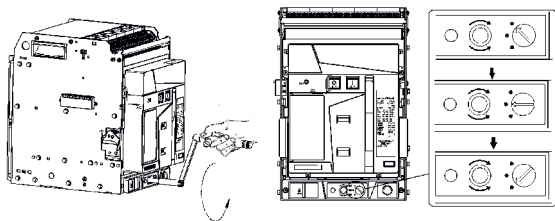

Рисунок 5.15
5.9.4.1 Когда выключатель находится в состоянии «Подключен», извлечь рукоятку для выкатывания из отверстия для хранения и вставить ее в рабочее отверстие (рисунок 5.15), затем нажать кнопку «Разблокировать». Вращать рукоятку против часовой стрелки чтобы извлечь выключатель из корзины. Когда индикатор положения выключателя в корзине займет положение «Тест» выключатель заблокируется, для дальнейшего извлечения следует нажать кнопку «Разблокировать» и продолжать вращать рукоятку против часовой стрелки. Когда вращение рукоятки будет невозможно, а индикатор положения достигнет отметки «Изолирован», операция будет завершена.